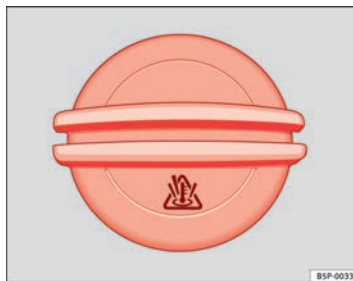

Abb. 174 Im Motorraum: Deckel des Motorkühlmittelausgleichsbehälters.
- Der Ausgleichsbehälter des Motorkühlmittels ist am Symbol  auf dem Deckel erkennbar ⇒ **Abb. 174**.